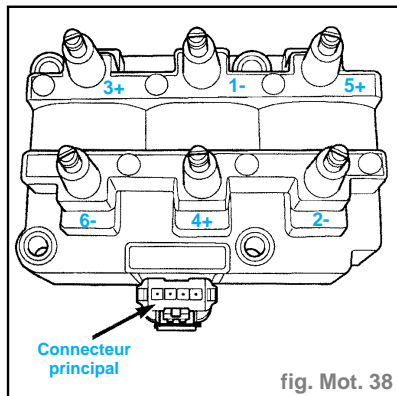

fig. Mot. 38
- Déposer les câbles d'allumage des tourelles secondaires de bobine. Mesurer la résistance secondaire de bobine entre les tourelles de chaque bobine (fig. Mot. 38). La résistance secondaire doit être comprise entre **10900 et 14700 ohms**. Remplacer la bobine si la résistance est hors norme.